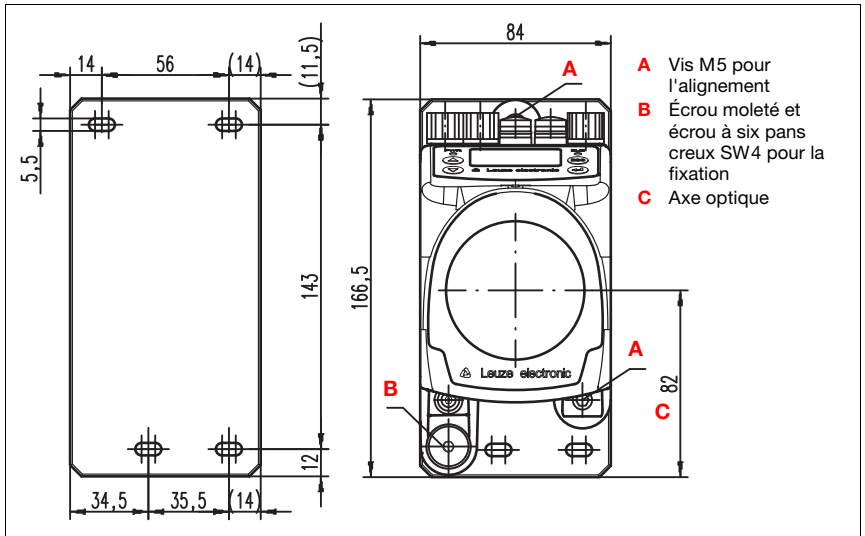

Figure 5.2 : Montage de l'appareil
Le spot laser est aligné de façon à ce qu'il tombe toujours au milieu du réflecteur, que ce soit à la distance de mesure minimale ou maximale. **Pour l'alignement, utilisez les deux vis M5 à six pans creux (« A » sur la figure 5.2).** Pendant l'alignement, veillez à ce que l'écrou moleté et le contre-écrou soient bien ouverts (« B » sur la figure 5.2).
*Pour que l'alignement du système laser de mesure ne se dérègle pas en régime permanent, serrez ensuite l'écrou moleté à la main et bloquez bien la fixation à l'aide de l'écrou à six pans creux SW4 (« B » sur la figure 5.2). L'écrou moleté et l'écrou ne doivent être serrés qu'après alignement.*